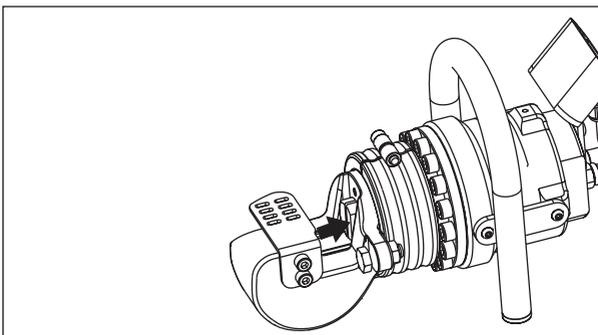

Figure 6, Piston et lame en position de repos (entièrement rentré)
Assurez-vous toujours que le piston et la lame mobile sont dans la position de « repos, et soient entièrement rentrés, avant de poser tout matériau dans la tête de la cisaille. Voir la figure 6.
2. Assurez-vous que le piston est en position de « repos » (entièrement rentré). Voir la Figure 6.